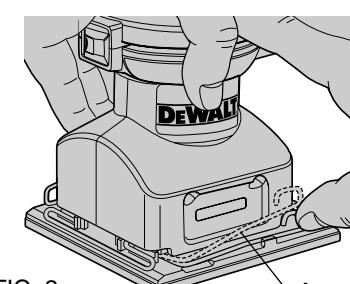

FIG. 2
- Release clamp by pulling up on clamp lever and disengaging it from the tab on the base plate. Fig. 2 (A).
2. Dégager la pince en soulevant le levier de la pince et en le sortant de la patte de la platine (voir la figure 2).